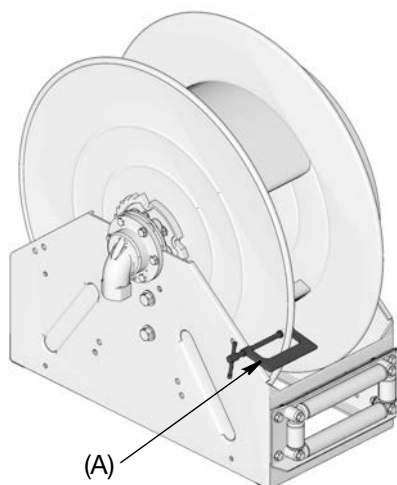

ABB. 17
3. Wie in ABB. 17 dargestellt eine Schraubzwinge (A) an der Aufrollerspule anbringen, um zu verhindern, dass sich der Aufroller unerwünscht löst und frei rotiert.